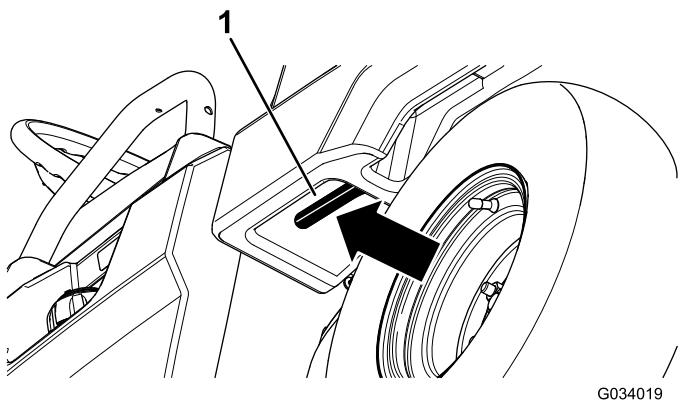

Figure 14
1. Tirez le levier situé à l'intérieur et à gauche du plateau de chargement vers vous, et levez le plateau (Figure 14).
1. Levez légèrement le plateau de chargement en soulevant le levier de verrouillage (Figure 14).